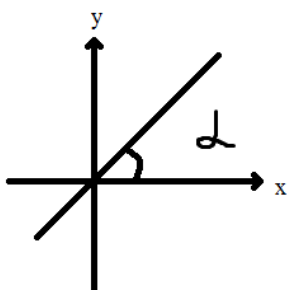

Рисунок 2
5. К какому графику коэффициента относится рисунок 2: